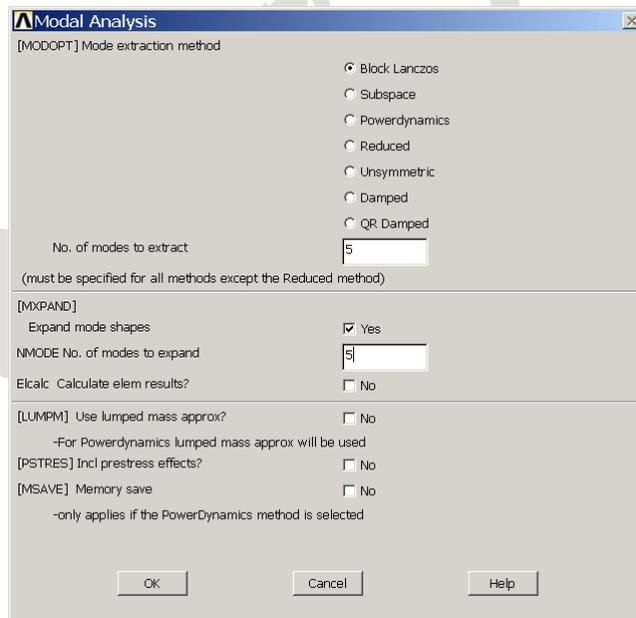

图10.21 模态分析选项设置
(17) 单击 **Main Menu>Solution>Analysis Type>Analysis Options** 菜单，弹出【Modal Ansys】对话框，如图 10.21 所示。在【Mode extraction method】单选列表框中选择【Block Lanczos】单选按钮，在【No. of modes to extract】文本框中输入【5】，在【No. of modes to expand】文本框中输入【5】，单击【OK】按钮。